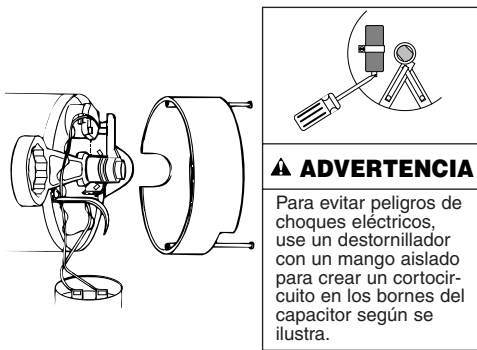

Figura 24 - Sostenga el eje
- Paso 10. Sostenga el eje del motor con el extremo de la boca de una llave de 7/16" sobre el filo del eje (figura 24) y atornille el impulsor en el eje. **Asegúrese de no tocar los bornes del capacitor con el cuerpo o con otro objeto metálico.** Si ajusta el impulsor, esto colocará el sello en la posición correcta automáticamente.